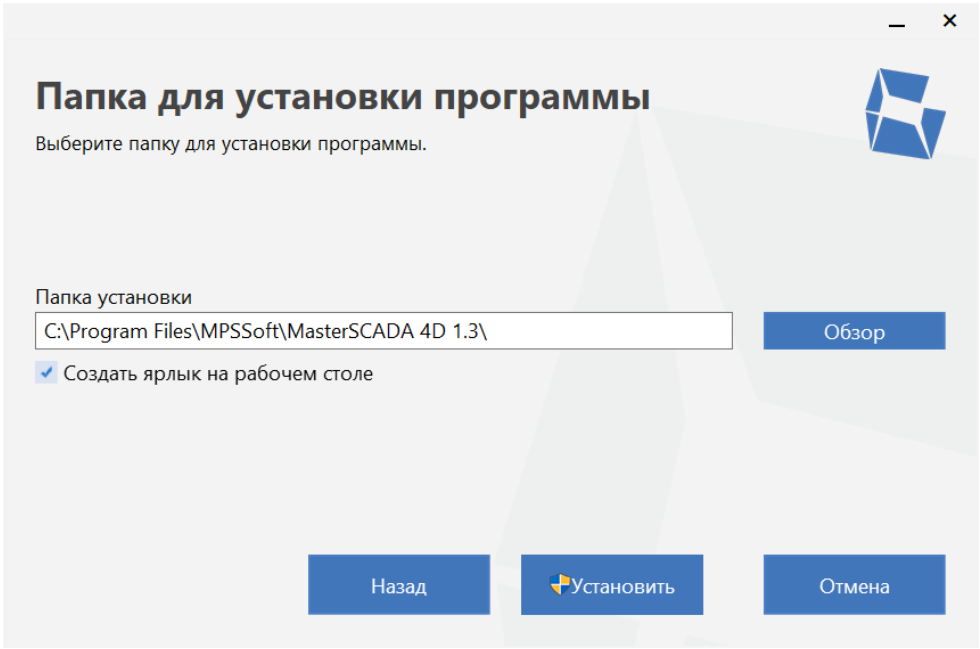

Рисунок 5 – Окно выбора папки для установки программы
2.3.1.3 По команде «Далее» мастера открывается окно выбора папки для установки программы (см. рисунок 5). В этом диалоге можно изменить папку установки продукта, воспользовавшись кнопкой «Обзор», а также задать создание ярлыка программы на рабочем столе, отметив пункт «Создать ярлык на рабочем столе».